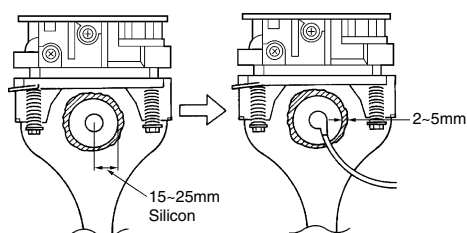

Fig. 7
- Spezial-Silikon, Materialnummer 759880647200, an der Bildröhre auftragen und neuen Anodenanschluss (Hochspannungs-Clip) anbringen (Fig. 7).
- Apply special silicon, material number 759880647200, to the picture tube and fit the new anode connector (high voltage clip) (Fig. 7).